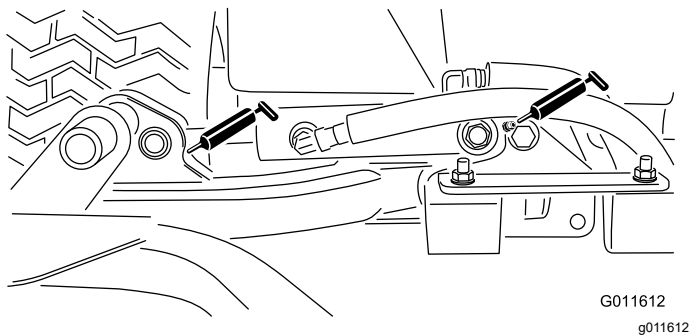

Рисунок 65
- Цилиндры подъемного рычага режущего блока (по 2 шт.) — Рисунок 65
- Оси поворота подъемного рычага (по 1 шт.) — Рисунок 65